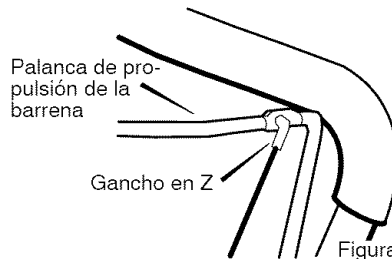

Figura 3
1. Conecte el **cable de propulsión de la barrena** a la **palanca de propulsión de la barrena** (Figura 3).